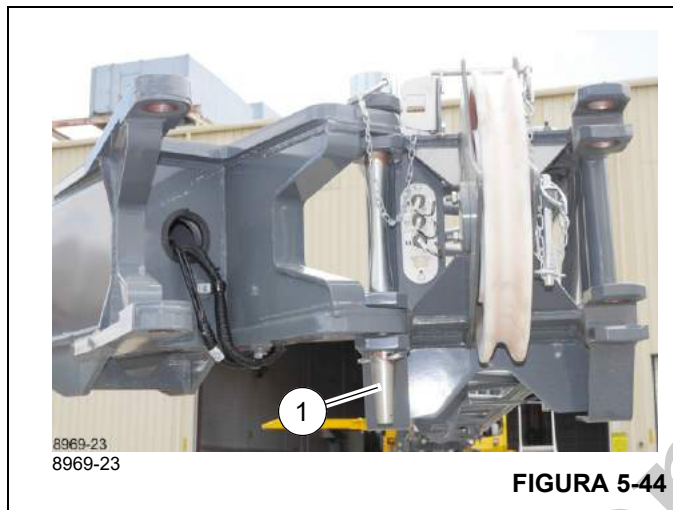

FIGURA 5-44
9. Certifique-se de que o pino de fixação (1, Figura 5-44) e o grampo de retenção estejam no lugar que conecta as extremidades da seção volante e a seção da base da extensão da lança.